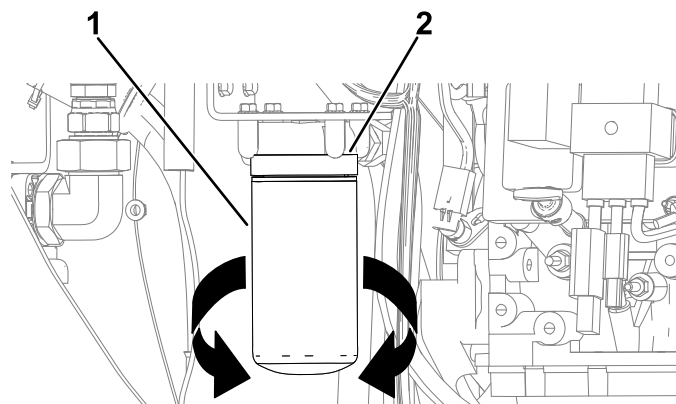

Figure 90
3. Placez un bac de vidange ou plusieurs chiffons sous le filtre à huile et son adaptateur (Figure 90).
4. Tournez le filtre à huile dans le sens antihoraire et déposez-le (Figure 90).
8. Alignez le filtre à huile sur son adaptateur et tournez-le dans le sens horaire jusqu'à ce que le joint du filtre rejoigne l'adaptateur (Figure 90).
9. Serrez le filtre à huile à la main de 1/2 tour supplémentaire (Figure 90).